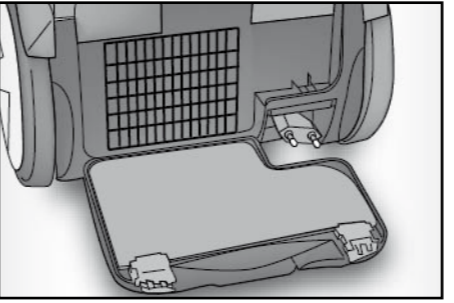

Fig. 11
- Rimuovere il filtro e pulirlo con acqua corrente (Fig. 11). Farlo ben asciugare.